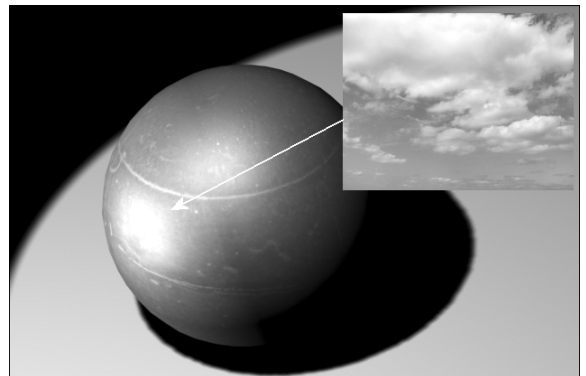

Fig.9.24
- ▶ **Couleur spéculaire** : permet d'appliquer une texture aux reflets spéculaires d'un matériau. La texture spéculaire est utilisée principalement pour les effets spéciaux tels que le placement d'une image dans une réflexion (fig.9.24). Le point important à retenir est que, à la différence de la texture Niveau spéculaire ou Lustre qui modifie l'intensité et l'emplacement des reflets spéculaires, la texture spéculaire modifie la couleur des reflets spéculaires.